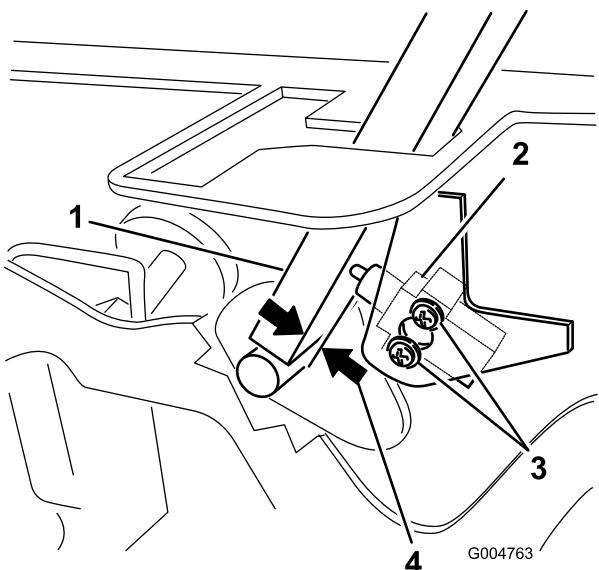

Figure 70
3. Desserrez les 2 vis de fixation du contacteur de sécurité (Figure 70).
4. Maintenez le levier de commande contre le châssis et rapprochez le contacteur du levier jusqu'à ce qu'ils soient espacés de 0,4 à 1 mm (0,015 à 0,045 po) (Figure 70).